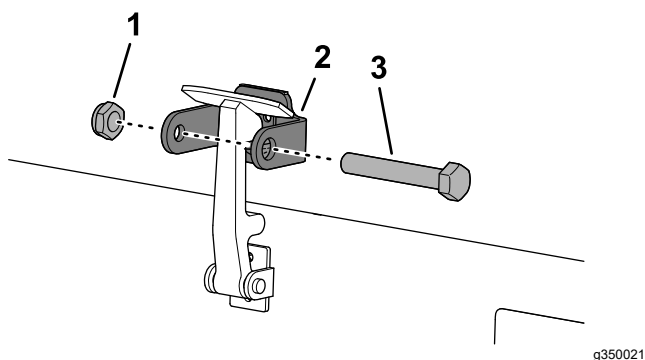

Figura 20
7. Avvitare il bullone nell'altro braccio della staffa di chiusura del cofano per fissare il fermo in posizione (Figura 20).